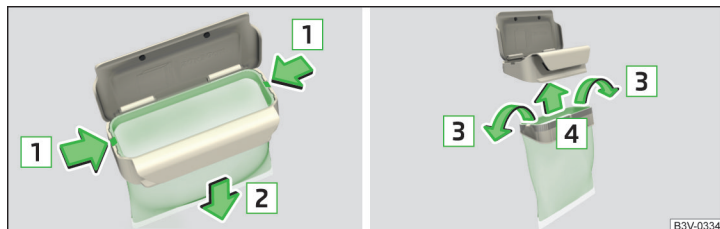

Fig. 94 Sustituir bolsa
- Presionar ambos ganchos de retención en el marco en el sentido de la flecha **1** » fig. 94.